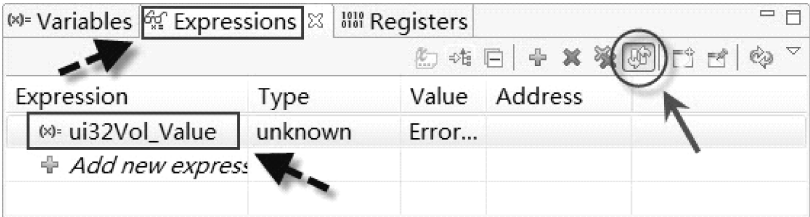

图 4-16 添加 ui32Vol_Value 变量
① 在 Expressions 窗口添加 ui32Vol_Value 变量，并按下数据连续更新图标 ，如图 4-16 所示。